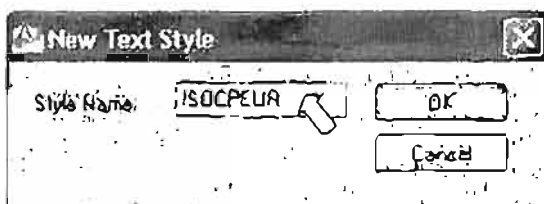

Рис. 2.20. Диалоговое окно New Text Style для присвоения имени текстовому стилю
2. Щелкните левой клавишей мыши на кнопке New (Новый) и после появления диалогового окна New Text Style (Новый текстовый стиль) введите в нем имя создаваемого стиля (рис. 2.20).